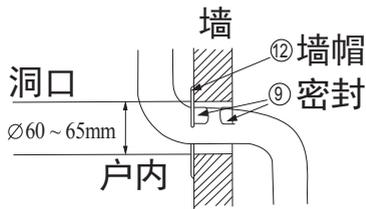

图29
- 2 用附件 ⑫ 墙帽及附件 ⑨ 密封橡皮泥来整理墙上的洞，如图29、图30。